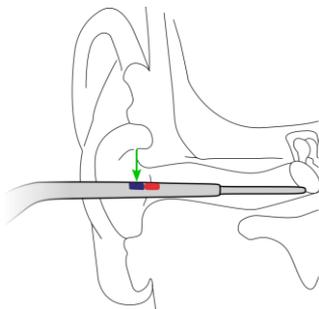

Abbildung 7: Tiefenmessung des Gehörgangs: Gehörgang hat geeignete Länge für Vibrosonic alpha
- a) Der Patient hat eine Berührung wahrgenommen und eine der farbigen Markierungen (rot oder blau) befindet sich auf Höhe der Incisura anterior auris (grüner Pfeil in Abbildung 7): **Die ermittelte Farbe wird im Eignungsbogen notiert.**